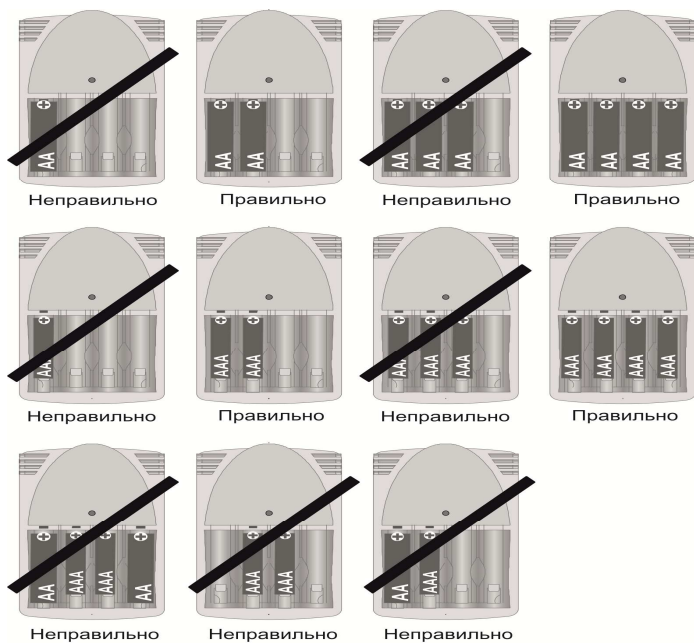
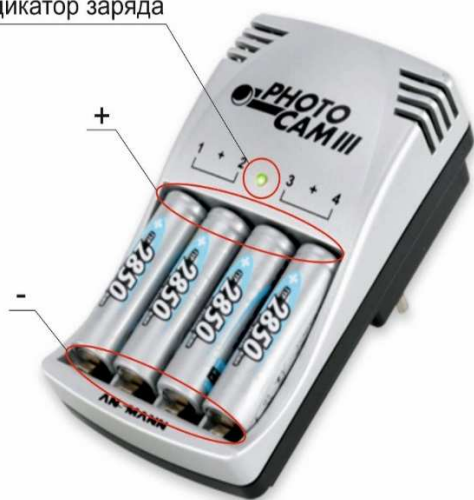

Рисунок. 1
Рисунок 2
2. Вставьте 2 или 4 аккумулятора одинакового размера, типа, емкости в зарядное устройство (рис.1). При этом обращайте внимание на полярность (см. на корпусе зарядного устройства(рис.2))!